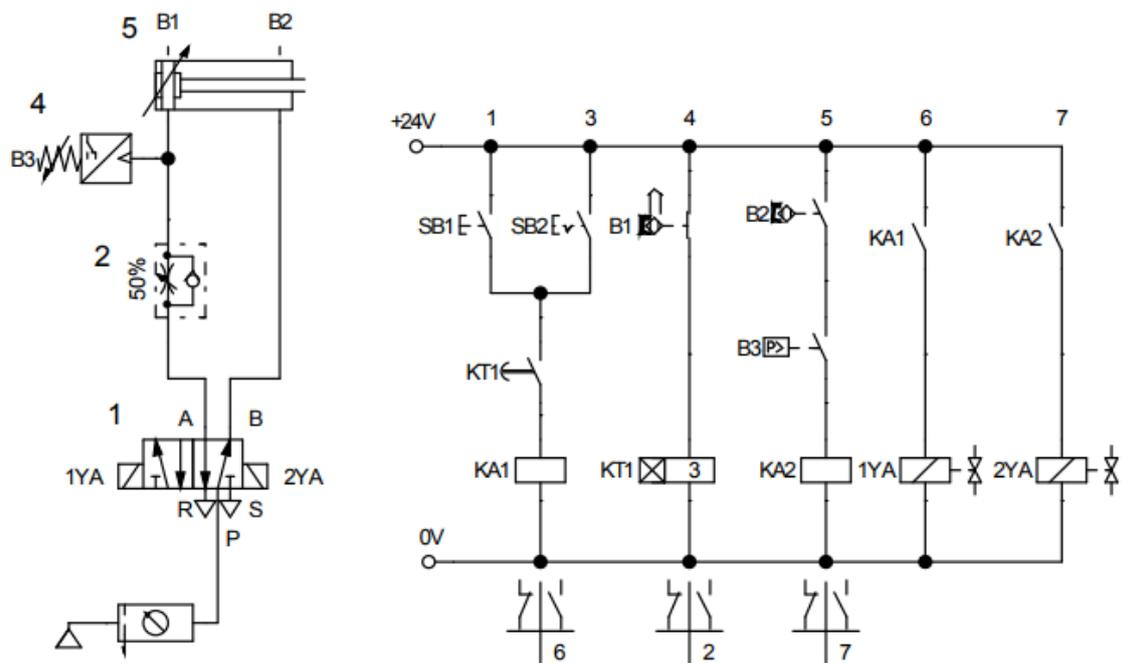

图 H 4 塑料软管熔接气动回路和电气控制线路
(1) 任务描述 选用气动元件，搭建回路实现塑料软管熔接动作，气动回路图和电气控制线路图如下图 H 4 所示。